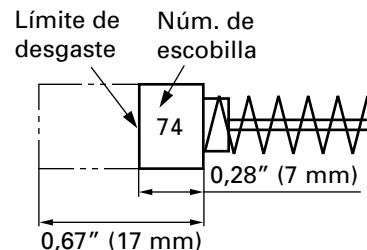

Fig. 11
## 3. Inspeccionar los carbones de contacto (Fig. 11)
**NOTA:** Utilice las escobillas HITACHI Núm. 74 indicadas en la Fig. 11.